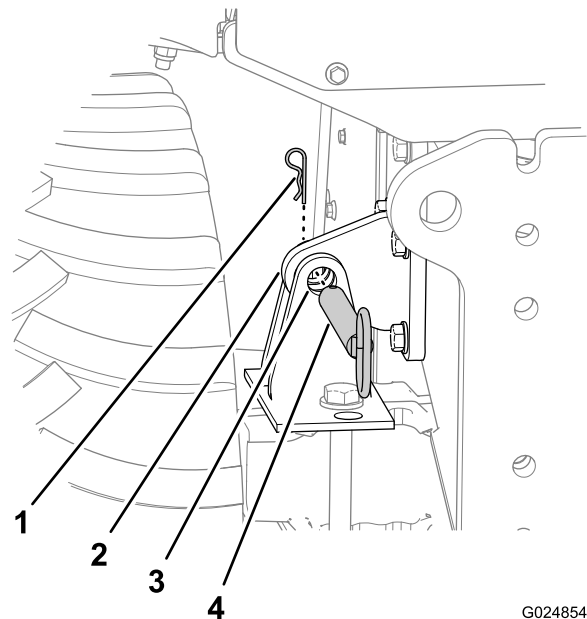

Bild 49
- Entfernen Sie den Splint, mit dem der Kipp-Arretierbolzen an der Chassisarretierhalterung befestigt ist (Bild 49).
- Nehmen Sie den Kipparretierbolzen aus den Löchern in der Chassisarretierhalterung und der Achsenarretierhalterung (Bild 49).
- Fluchten Sie mit dem Kippschalter das Loch in der Chassisarretierhalterung mit den Löchern in der Achsenarretierhalterung aus (Bild 49).
4. Stecken Sie den Kipp-Arretierbolzen durch die horizontalen Löcher in der Chassisarretierhalterung und der Achsenarretierhalterung (Bild 49).
5. Befestigen Sie den Kipp-Arretierbolzen mit dem Splint an der Achsenarretierhalterung (Bild 49).